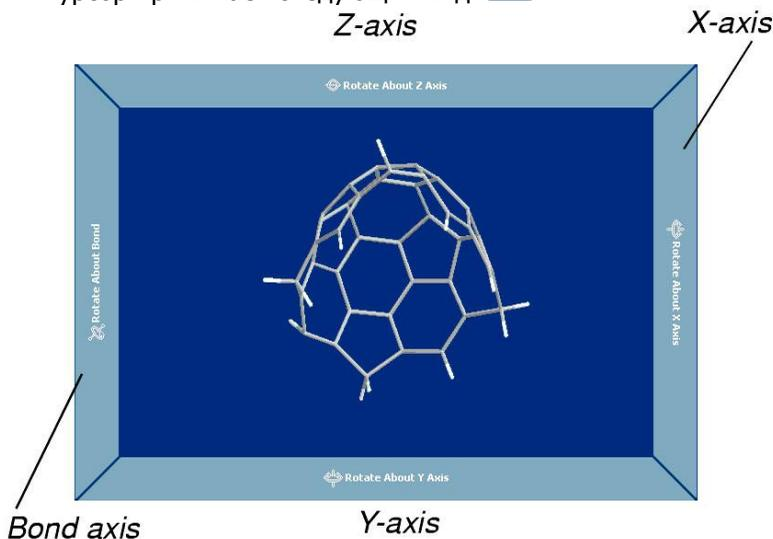

Рис. 2. Режим вращения структуры
Программа Chem3D имеет динамические (скрытые) панели вращения. Области вращения показываются на экране только в момент использования (рис. 2). Для открытия динамических панелей вращения нужно произвести две операции:
- Подвести курсор к области вращения (области по краям на рис.2).